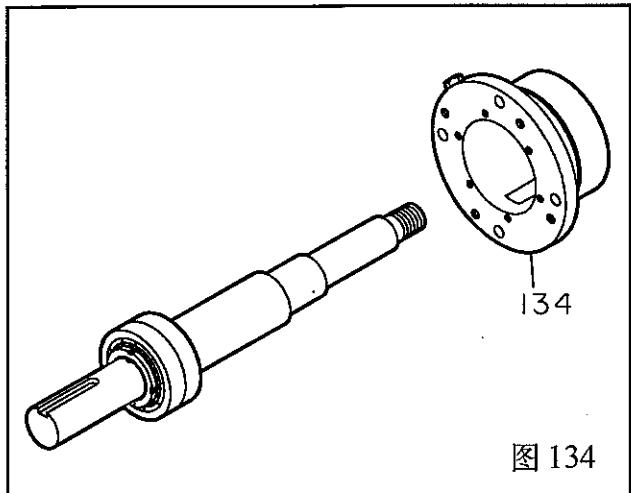

图 134
6. 将轴承座(134)安装到轴 / 轴承组件上。(图 134)